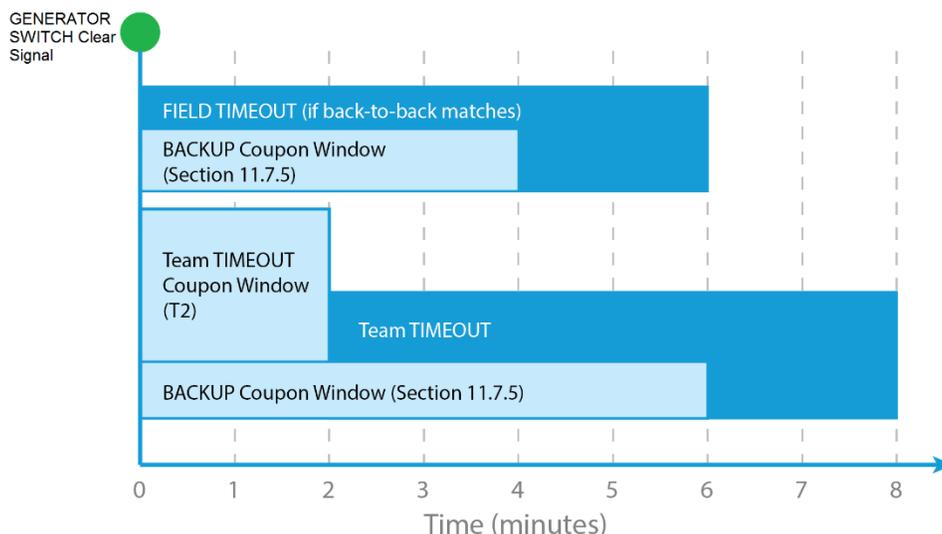

Figura 0-4 Línea de tiempo de los TIEMPOS FUERA y cupón de RESERVA
TIEMPO FUERA dará comienzo dos (2) minutos después de la señal de Despeje del INTERRUPTOR DEL GENERADOR (es decir, al final de la ventana de TIEMPO FUERA del cupón que se ilustra en la Figura 0-4)